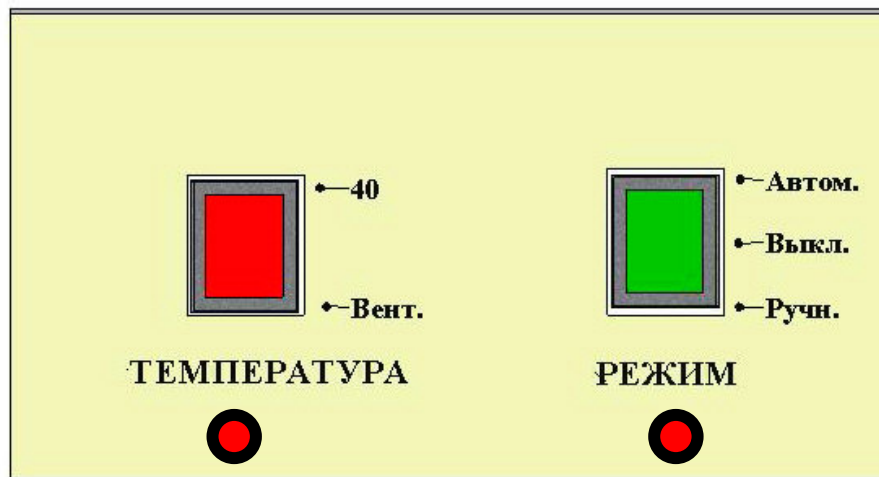

Рис. 6 Панель управления.
5.1. На рис.6 представлена панель управления изделием с переключателями режимов работы и световыми индикаторами.